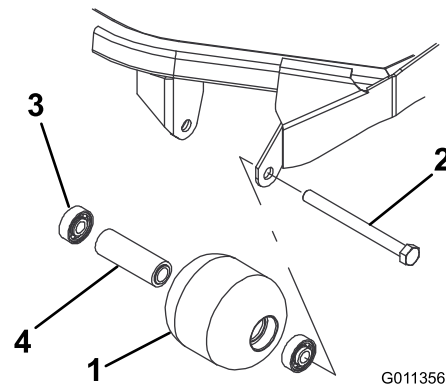

Figura 86
1. Retire el perno de montaje del rodillo (Figura 86).
4. Inspeccione el alojamiento del rodillo, los cojinetes, y el espaciador del cojinete (Figura 86) Sustituya cualquier componente dañado y vuelva a ensamblar el conjunto.
1. Introduzca a presión el primer cojinete en el alojamiento del rodillo (Figura 86). Haga presión solamente sobre el anillo de rodadura exterior, o de forma igual sobre el anillo exterior y el interior.
2. Introduzca el espaciador (Figura 86).
3. Introduzca a presión el segundo cojinete en el alojamiento del rodillo (Figura 86) haciendo presión igualmente sobre el anillo de rodadura interior y el exterior hasta que el anillo de rodadura interior entre en contacto con el espaciador.